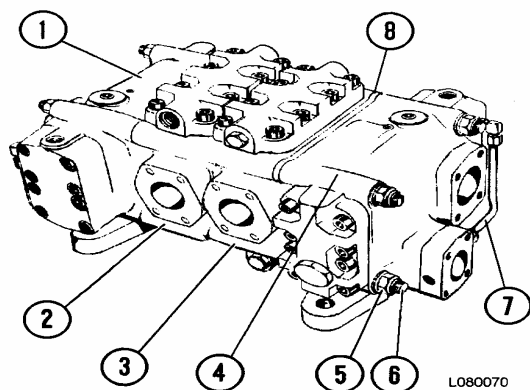
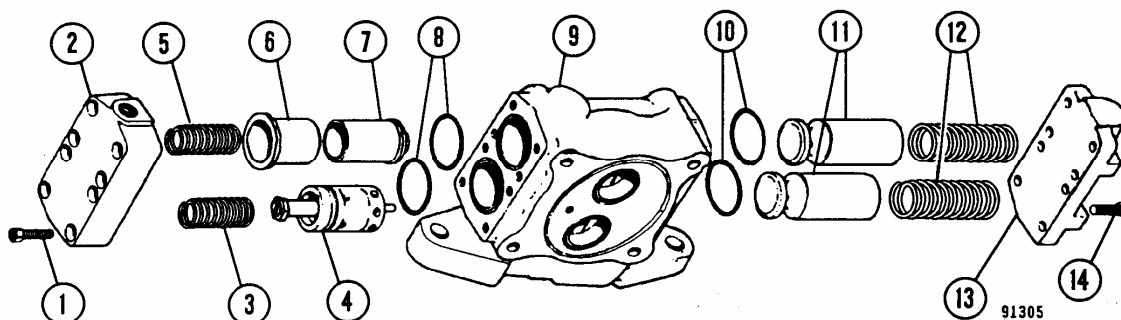
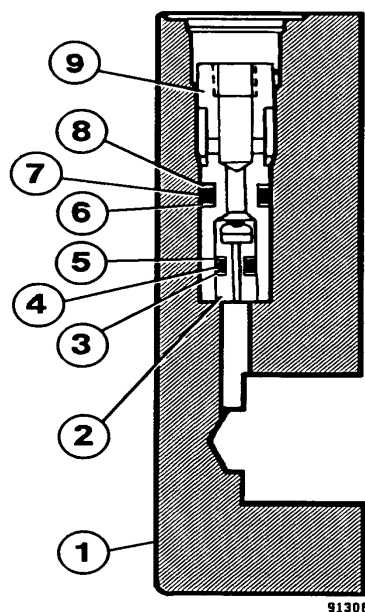

FIGURA 8-2. CONJUNTO DE LA VALVULA DE ELEVACION
FIGURA 8-5. DESENSAMBLADO DE LA SECCION DE ENTRADA
FIGURA 8-6. DESMONTAJE DEL CABEZAL MOVIL DE RESTRICCIÓN (Cubierta de Entrada)
Nota: La válvula se debe posicionar con la placa separadora (8, Figura 8-2) hacia la parte delantera del camión.
1. Saque las cuatro tuercas y golillas del tirante de acoplamiento (5, Figura 8-2) de un extremo de la válvula. Deslice los tirantes de acoplamiento de la válvula y separe las secciones.
- Desconecte el tubo externo (7, Figura 8-2) en el extremo de la cubierta. Saque los pernos (14, Figura 8-5), saque la cubierta (13). Saque los resortes (12), válvulas de retención (11) y anillos de goma (10).
- Saque los pernos (1, Figura 8-5) y la cubierta (2). Saque los resortes (3) y (5) y la válvula de control de flujo/alivio principal (4). Saque la camisa (6), la válvula de alivio de baja presión (7) y los anillos de goma (8).
NOTA: Si se requiere sacar el cabezal móvil de restricción en la cubierta (2, Figura 8-5), consulte el Paso 4 y la Figura 8-6.
- Saque la camisa (9, Figura 8-6), el anillo de respaldo (8), el anillo de goma (7), el anillo de respaldo (6). Saque el anillo de respaldo (5), el anillo de goma (4), el anillo de respaldo (3) y el cabezal móvil de restricción (2).
2. Si ha desmontado el cabezal móvil de restricción (2, Figura 8-6), reensamble en el orden que se muestra.
3. Monte las válvulas de retención (11, Figura 8-5) en sus respectivas cavidades. Monte los resortes (12).
4. Monte los anillos de goma (10) y la cubierta (13). Monte y apriete los pernos (14) con un torque de **81 N.m (60 ft. lbs.)**.
5. Monte la válvula de alivio de baja presión (7) en la camisa (6) y monte el conjunto en la caja (9). Monte la válvula de alivio principal/control de flujo (4). Monte los resortes (3) y (5). Monte la cubierta (2). Monte los pernos (1). Apriete los pernos con un torque de **81 N.m (60 ft. lbs.)**. Conecte el tubo externo y apriete las tuercas con un torque de **34 N.m (25 ft. lbs.)**.
NOTA: No es necesario sacar las secciones de entrada (1) ó (4, Figura 8-2) para desensamblar la sección del carrete (2) ó (3).